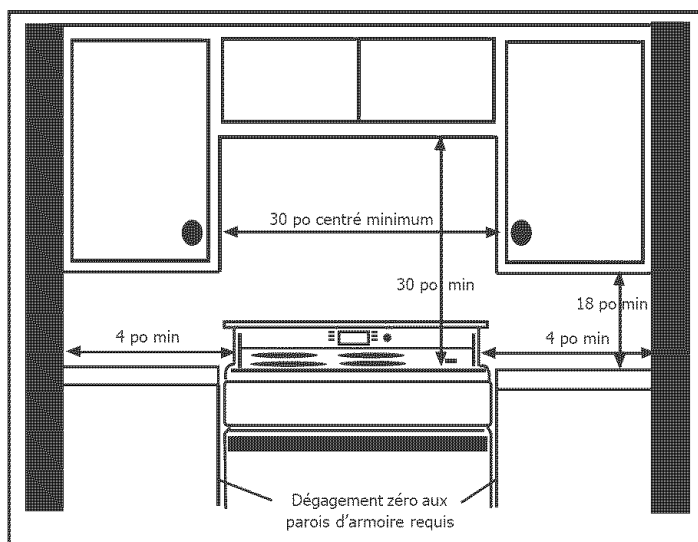

Figure 1: préparation de l'armoire
2. Préparation des armoires (voir figure 1)